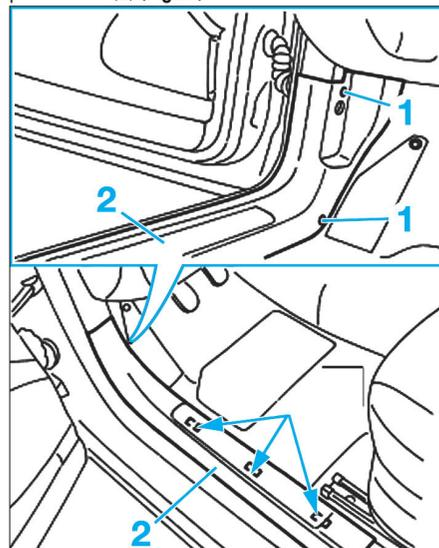

Fig. 23
- Après avoir déposé les vis (1), dégrafer le seuil de porte avant (2) (Fig.23)